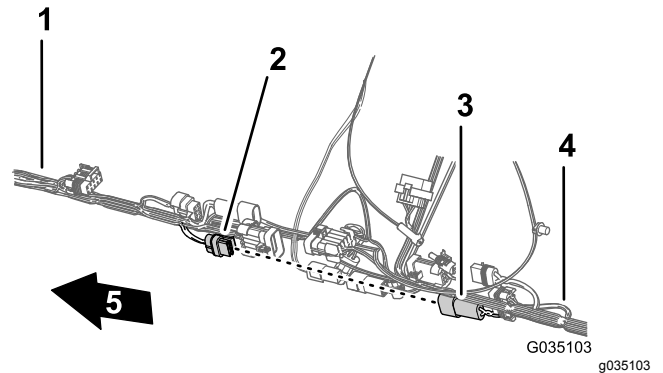

Figure 89
4. Branchez le connecteur à 2 broches du faisceau avant pour la pompe de rinçage au connecteur à 2 douilles du faisceau arrière pour la pompe de rinçage (Figure 89).